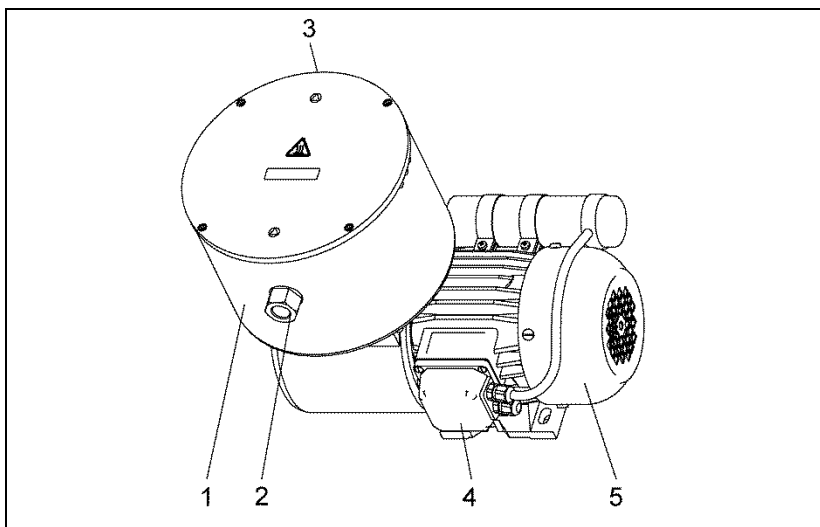

Abb. 1: N 0100\_T.16 E
1. Klemmkastendeckel des Motors (siehe Abb. 1, Position 4) öffnen.